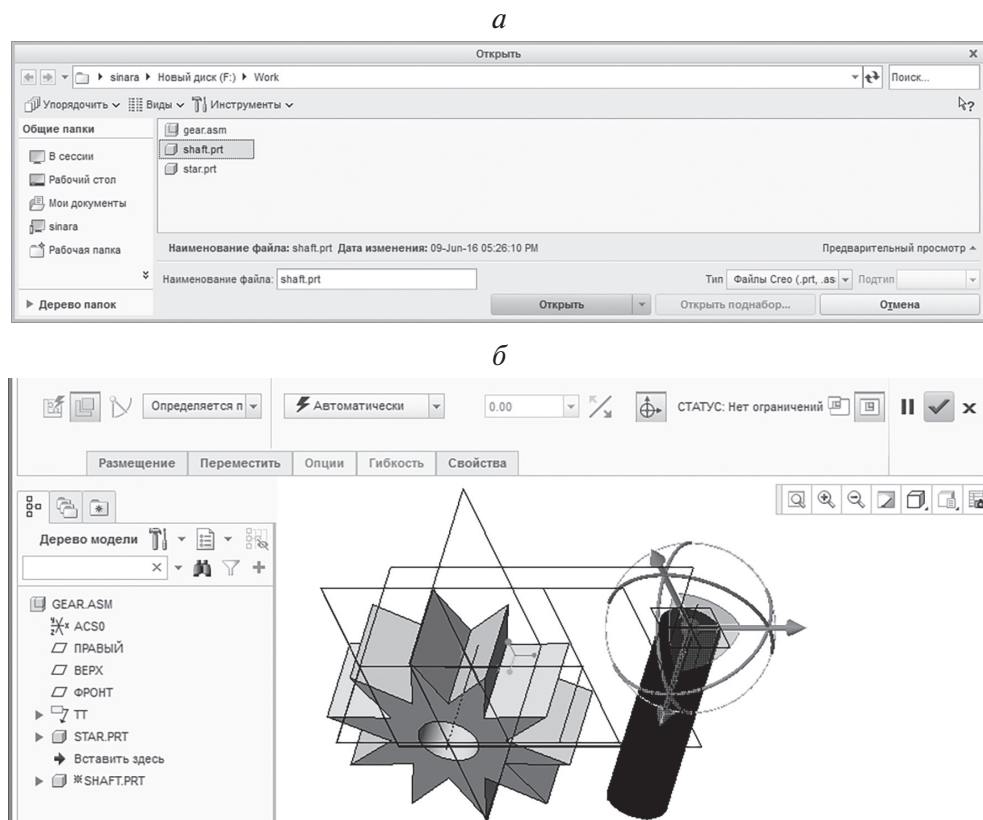

Рис. 1.32. Выбор (а) и включение (б) второго компонента в сборку
**брать** . В окне *Открыть* выбрать в рабочей папке второй компонент сборки — деталь **Shaft.prt** (рис. 1.32, а) и нажать кнопку **Открыть**.
В результате второй компонент **Shaft** разместился в сборке (см. рис. 1.32, б), но, поскольку никаких ограничений на него пока не наложено, он размещается сбоку, не контактируя с первым компонентом. Внешний вид
3-D перетаскивателя  показывает, что у компонента все степени свободы активны (см. рис. 1.32, б).